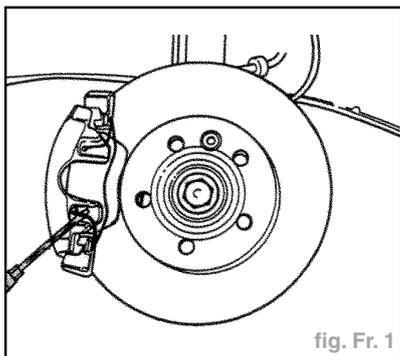

fig. Fr. 1
- En faisant levier à l'aide d'un tournevis, dégager le ressort de retenue des plaquettes de frein hors du boîtier d'étrier de frein et le retirer (fig. Fr. 1).